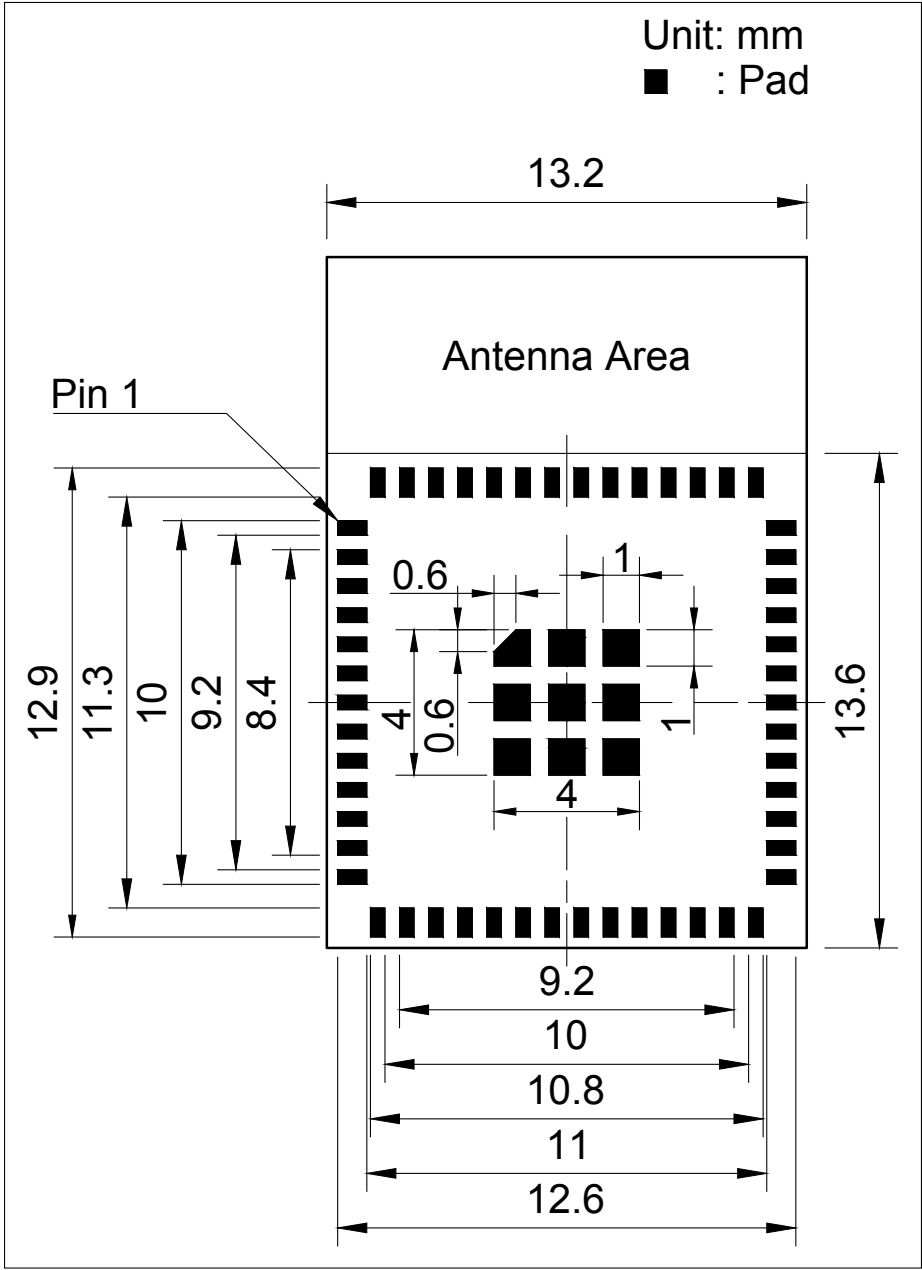
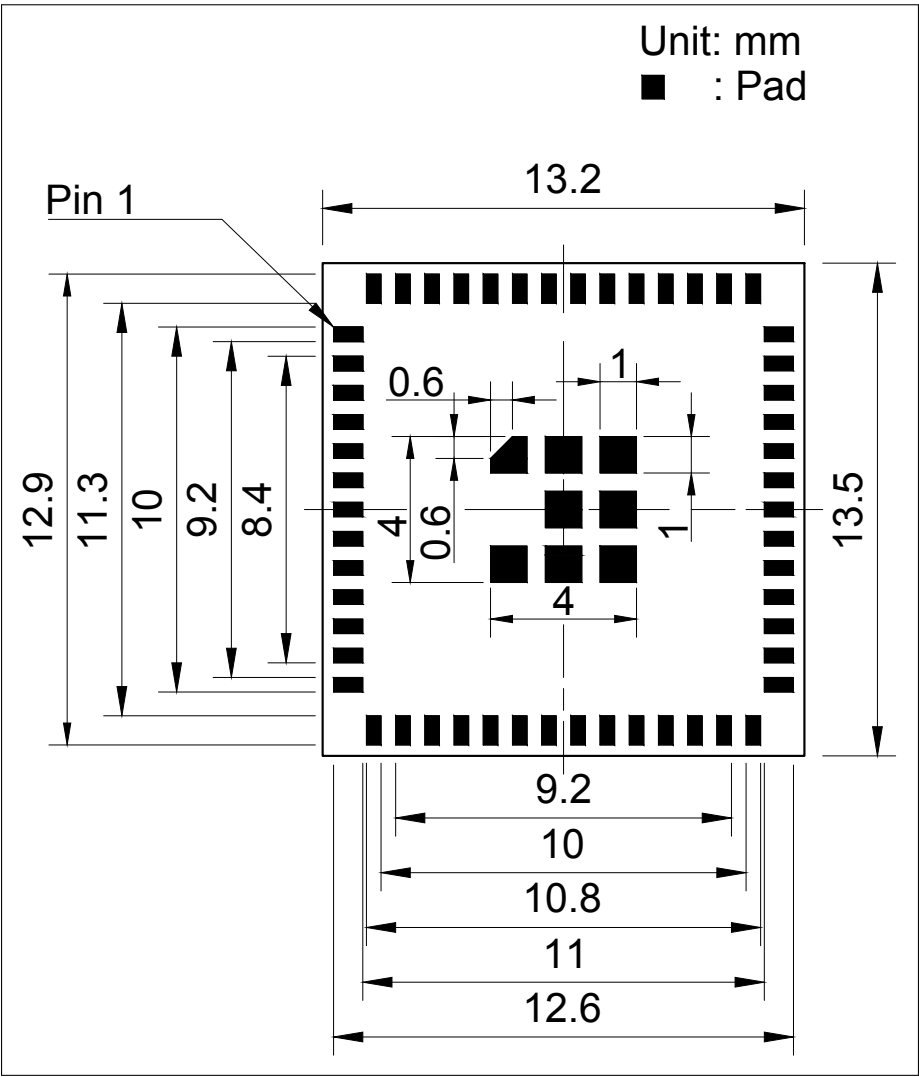

图 14: ESP32-MINI-1 推荐 PCB 封装图形
图 15: ESP32-MINI-1U 推荐 PCB 封装图形
- 推荐 PCB 封装图，标有 PCB 设计所需的全部尺寸。详见图 14 ESP32-MINI-1 推荐 PCB 封装图形 和图 15 ESP32-MINI-1U 推荐 PCB 封装图形。
- 推荐 PCB 封装图的源文件，用于测量图 14 和 15 中未标注的尺寸。您可用 Autodesk Viewer 查看 ESP32-MINI-1 和 ESP32-MINI-1U 的封装图源文件。